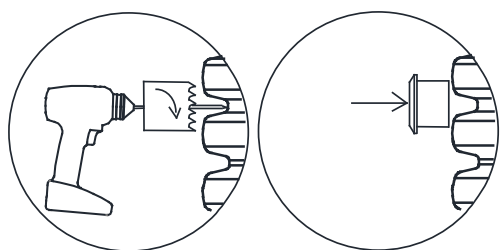

Bild 16. Borra ett hål för larmkabelanslutningen
H. 75 mm hålsåg (Bild 16) för anbörningsringen 50/75 mm. Tryck anbörningsringen genom hålet, stryk på smörjmedel och installera kabelskyddsroret genom anbörningsringen. Tryck in kabelskyddsroret ca 50 mm innanför anbörningsringen.